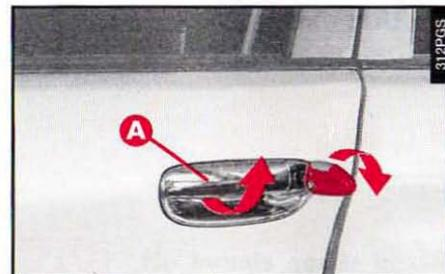

fig. 20
— **De l'extérieur:** les portes fermées, appuyer sur et lâcher le bouton (A-fig. 18-19) de la clé de contact (B) ou bien introduire et tourner la clé dans la serrure de l'une des portes avant (fig. 20).
— De l'extérieur, avec la condamnation centralisée débloquée, tirer la poignée (A-fig. 20).